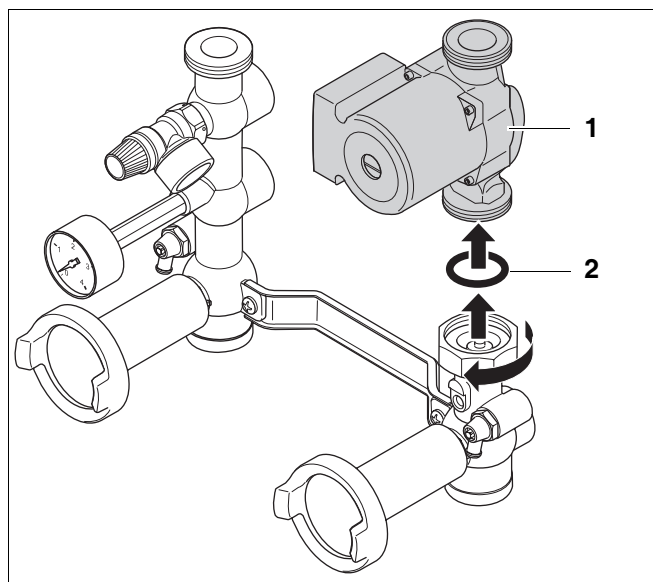

Bild 5 Demontera pumpen
- Demontera pumpen (bild 5, pos. 1).
- Ta bort den plana gummitätningen (bild 5, pos. 2)